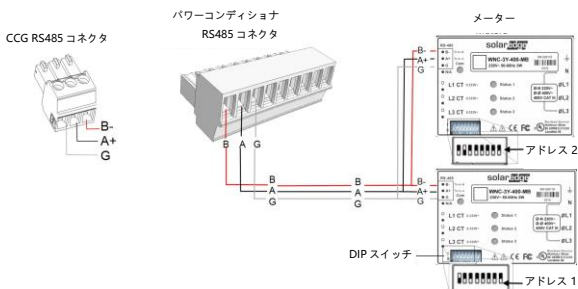

図20 : メーターをパワーコンディショナまたは商業ゲートウェイRS485コネクタに接続
1. 以下のようにツイストペア配線をメーターに接続してください(図20)。